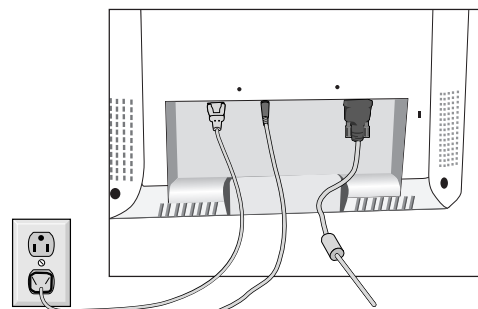

Figure R.3
4. Relie le AC du cordon, signale du câble cable et Sonore au dos de l'écran (Figure R.3).